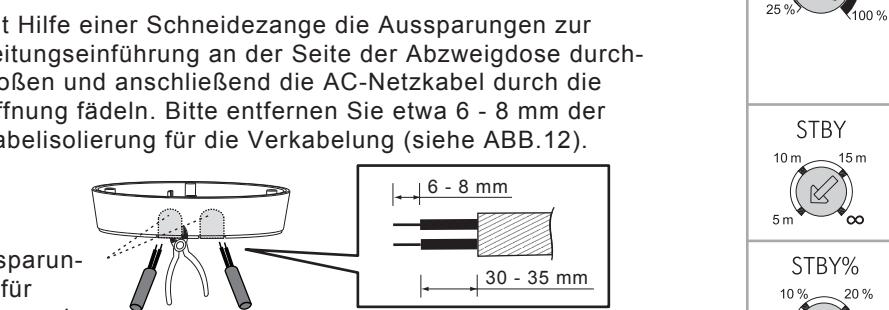

ABB.12
- 3.4.3.2 Mit Hilfe einer Schneidezange die Aussparungen zur Leitungseinführung an der Seite der Abzweigdose durchstoßen und anschließend die AC-Netzkabel durch die Öffnung fädeln. Bitte entfernen Sie etwa 6 - 8 mm der Kabelisolierung für die Verkabelung (siehe ABB.12).